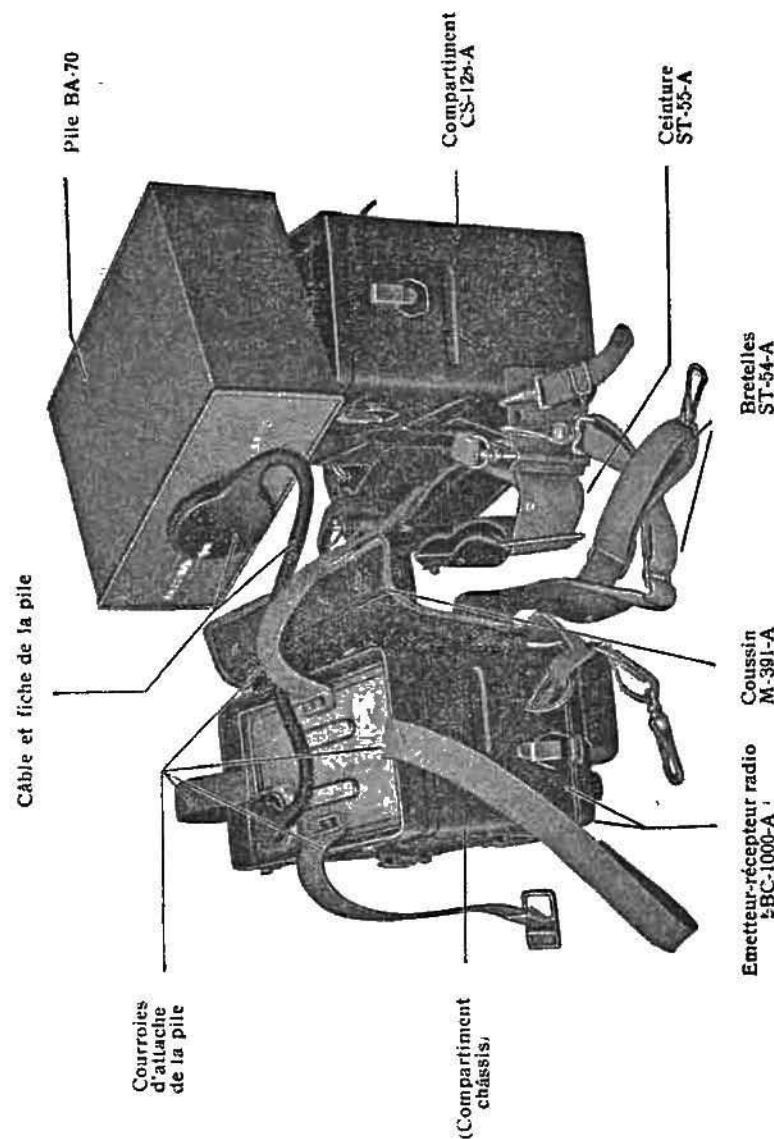

Fig. 11. — Vue de l'ensemble démonté, montrant le câble de la pile connecté à la pile BA-70.
- Poser la pile sur le compartiment « CS-128-A », comme indiqué à la figure 11, et enfoncer la fiche caoutchoutée du câble d'alimentation dans le socket de la pile, de telle façon que la flèche sur la fiche soit en regard de la flèche sur la pile.